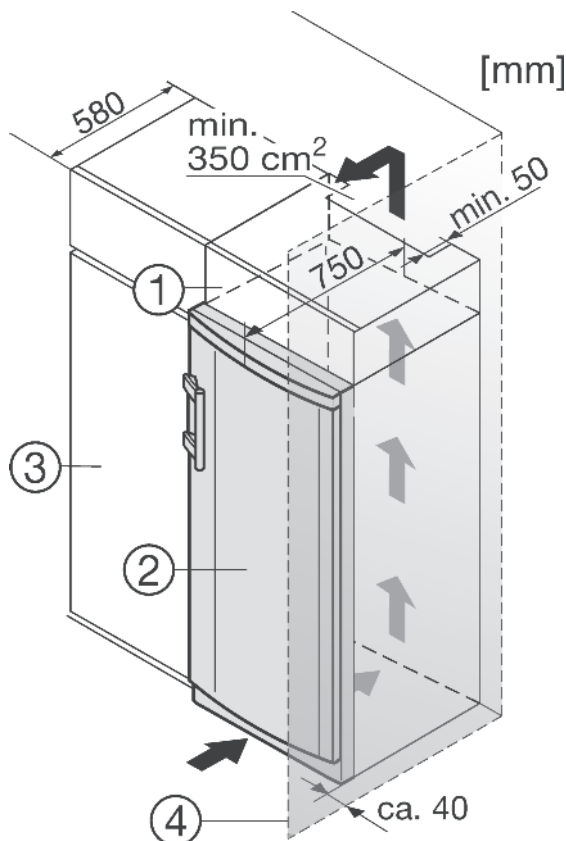

Fig. 9
- (1) Nastavná skříňka
- (2) Přístroj
- (3) Kuchyňská skříň
- (4) Stěna
Když se přístroj instaluje závěsy vedle stěny Fig. 9 (4), musí být vzdálenost přístroje od stěny alespoň 40 mm. To odpovídá přesahu madla při otevřených dveřích.